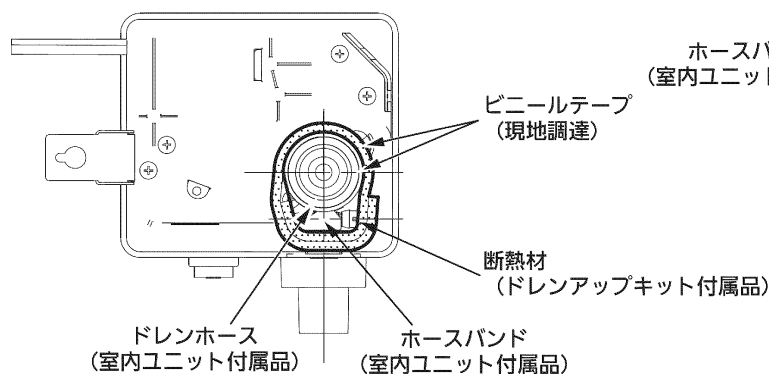
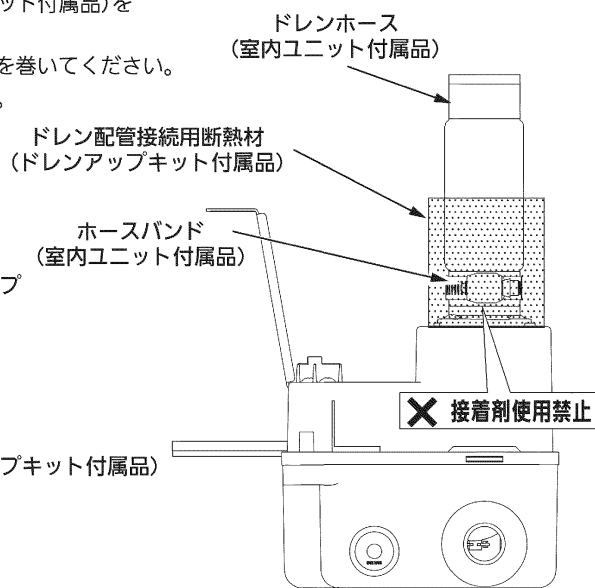

図5
図6
■ドレンホース (室内ユニット付属品) の取り付け (図5, 図6)
- ① ドレンアップキットに、ドレンホース(室内ユニット付属品) を取り付けてください。
- ② ホースを突き当たるまで挿入してください。
- ③ ホースバンド(室内ユニット付属品) をドレンホースのテープに合わせて取り付けてください。(締付トルク: 3.0~3.5N・m)
- ④ ホースバンドにドレン配管接続用断熱材(ドレンアップキット付属品) を取り付けてください。